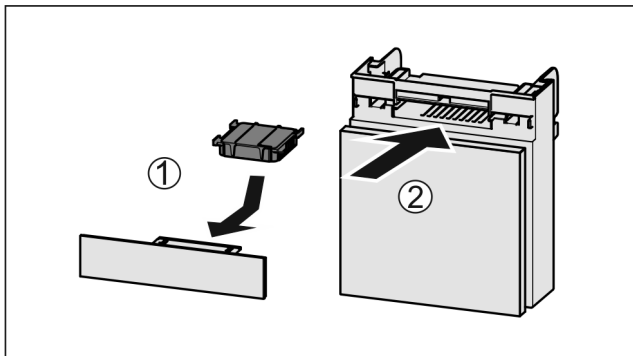

Fig. 57
- ▶ Установите фильтр с активированным углем, как показано на рисунке Fig. 57 (1).
- ▶ Вставьте отделение Fig. 57 (2).